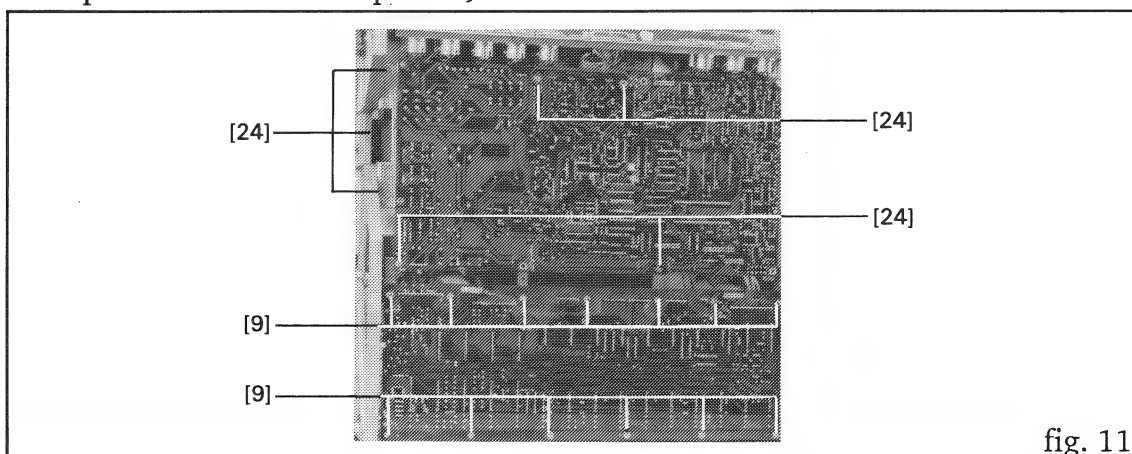

fig. 11
- Desserrer 13 vis [9] sur l'AUDIO BASIS BOARD (voir fig. 11).